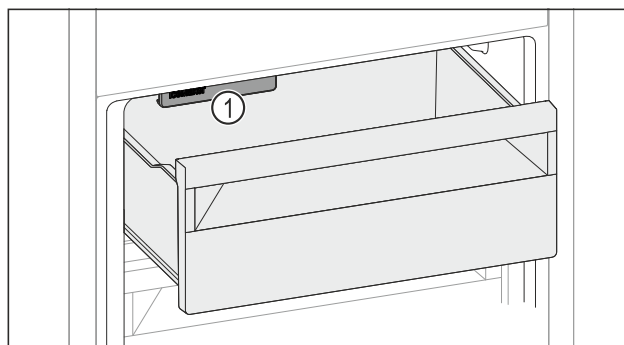

Fig. 131
- Tenez compte de l'IceMaker Fig. 131 (1).